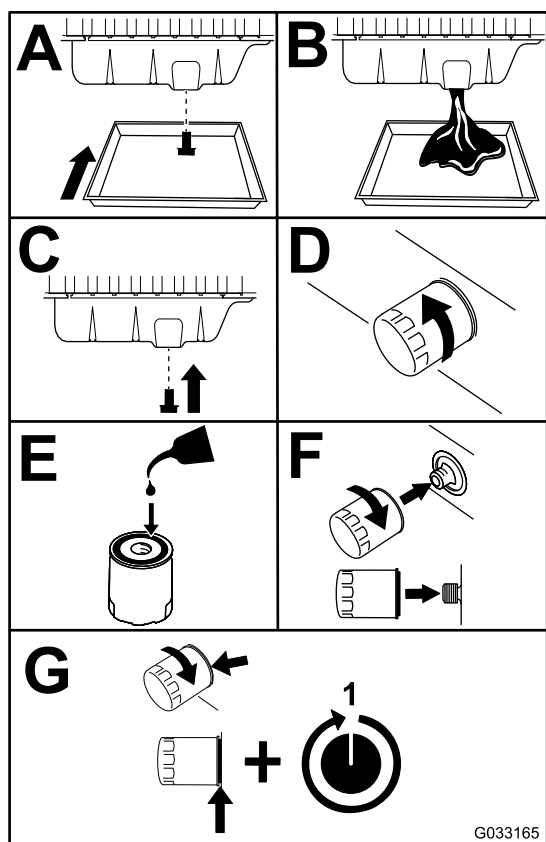

Figura 73
3. Sostituite l'olio motore e il filtro (Figura 73).